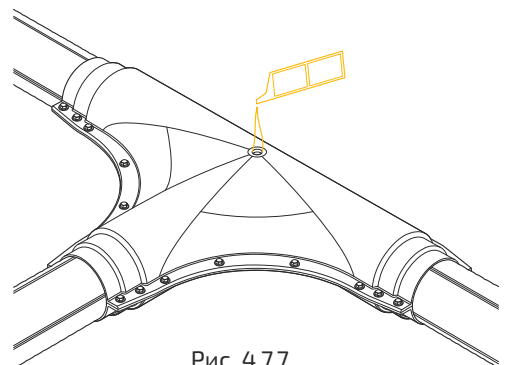

Рис. 4.7.7
7. Выкрутить пробку для заливки пены в верхней половине кожуха. Удалить перемычку пенопакета. Приготовить смесь для заливки путем энергичного встряхивания пенопакета в течение 20–30 секунд. Вскрыть пенопакет и залить полученную смесь через заливочное отверстие (рис. 4.7.7).